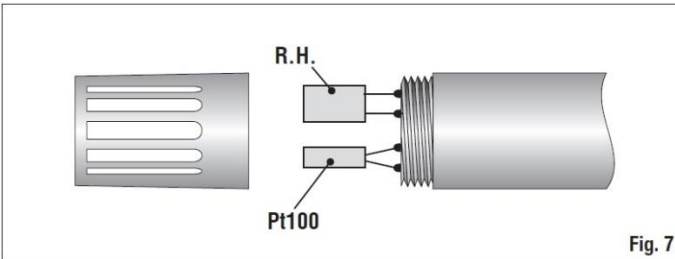

Fig. 7
3. Lösen Sie den Pt100 Sensor (den schmalsten) und löten Sie an dessen Stelle die Ausgangsleitungen oder die des Pt100 Simulators oder eines Präzisionswiderstandes, wie in Abb. 7 und 8 zu sehen. Warten Sie dann einige Sekunden bis die Verbindungsstelle abgekühlt ist.